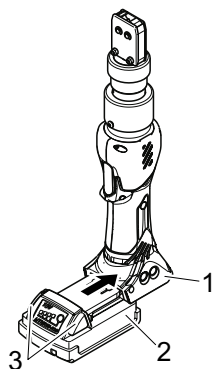

Fig. 11: Inserimento della batteria
- Spingere la batteria (Fig. 11/2) nella pinza di serraggio CP 10 / CP 20 / CC 20 (Fig. 11/1) finché non si blocca saldamente in posizione.
La batteria è inserita quando i pulsanti (Fig. 11/3) si muovono e si sente uno scatto.